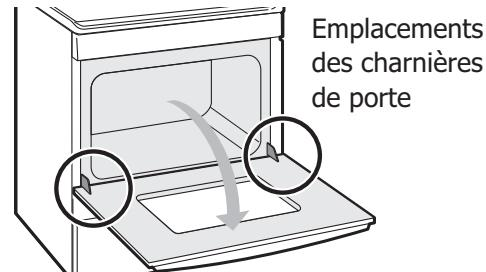

Figure 20 : Emplacement des charnières de porte
1. Ouvrir complètement la porte du four, parallèle au plancher (voir Figure 20).
3. Ouvrir complètement la porte du four, parallèle au plancher (voir Figure 20).